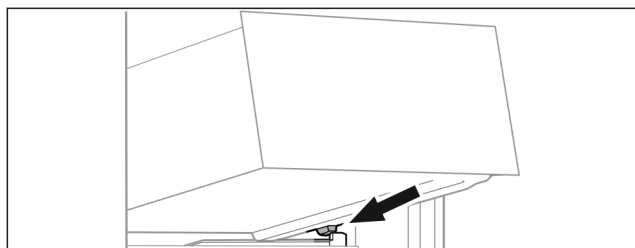

Fig. 71
- Schubfach schräg hinter den Stopper auf Behälterrippe aufsetzen. (siehe Fig. 71)